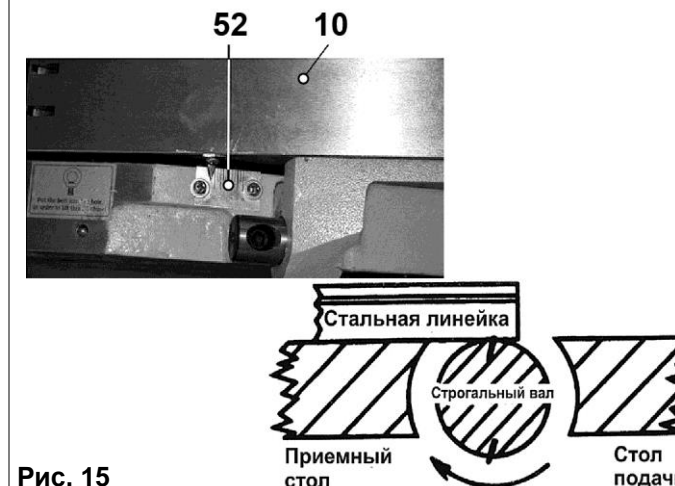

Рис. 15
10.2. Регулировку глубины строгания производите вращением рукоятки перемещения стола подачи (13), Рис. 3, глубину строгания контролируйте по шкале (52), Рис. 15.
10.3. По окончании настройки глубины строгания зафиксируйте стол подачи (10), Рис. 15.